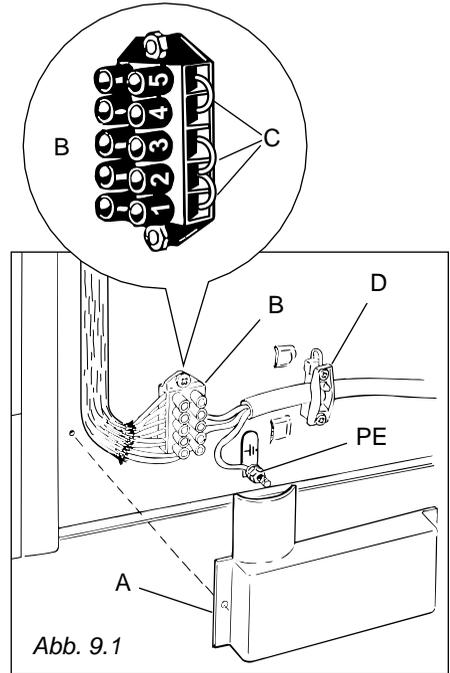
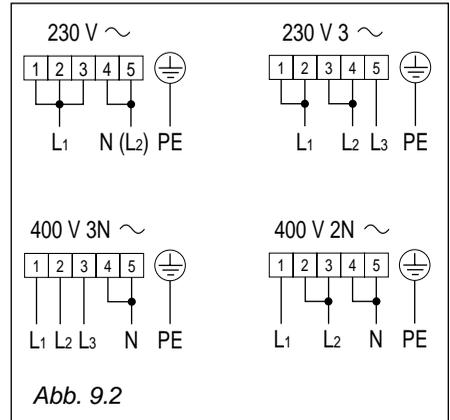

Abb. 9.1
Abb. 9.2
- Die einzelnen Phasen an das Klemmbrett "B" nach dem Schema in Abb. 9.2 und den Schutzleiter an die Klemme "PE" (Abb. 9.1) anschließen.